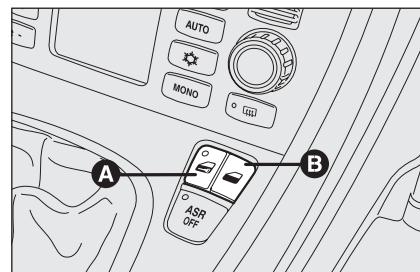

fig. 15
- ☐ la tecla **A** y **B** de bloqueo y desbloqueo **fig. 15**;